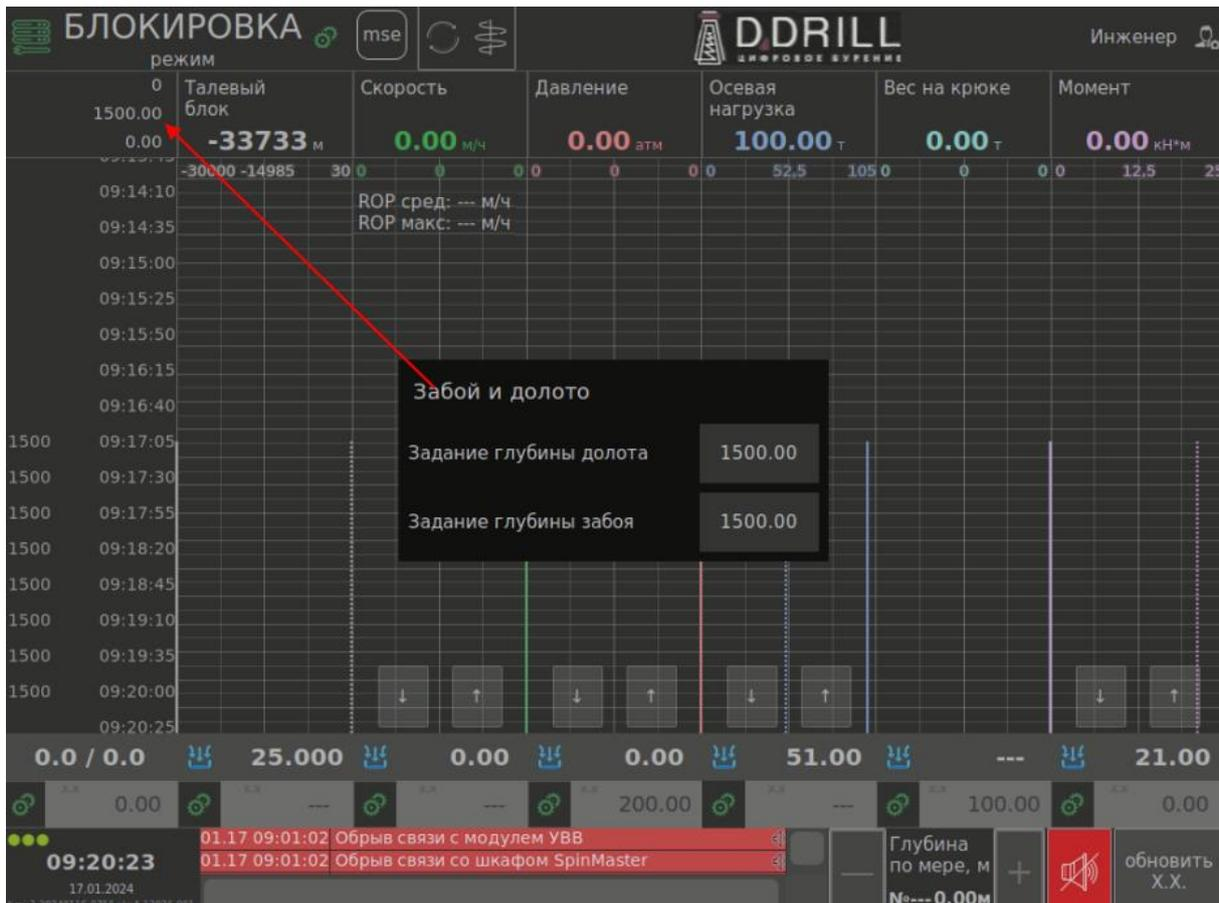

Рис. 10
4. Для корректировки глубины долота и забоя, нажмите на поля вывода глубин рисунок Рис.10.